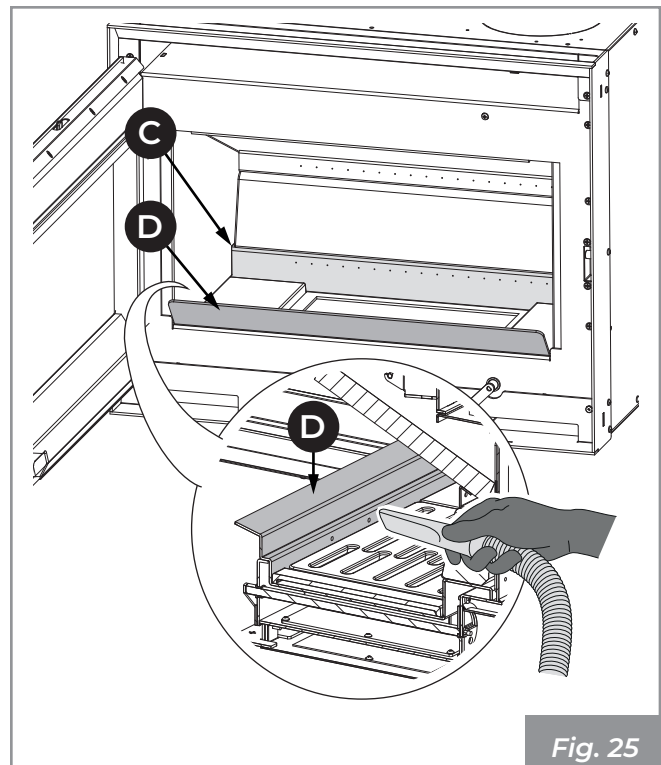

Fig. 25
- 2) Retirer le tiroir à cendres (B) de la base et aspirer les cendres déposées dans les compartiments situés en dessous (Fig. 25).
sont prévus) du distributeur d'air comburant afin d'éviter toute accumulation de cendre (Fig. 25).